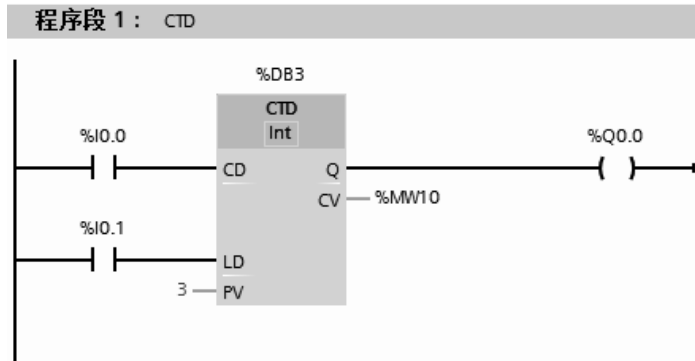

图 4-89 梯形图
梯形图如图 4-89 所示。当 I0.1 压下一次，PV 值装载到当前计数值 (CV)，且为 3。当压下 I0.0 一次，CV 减 1，压下 I0.0 共三次，CV 值变为 0，所以 Q0.0 状态变为 1。